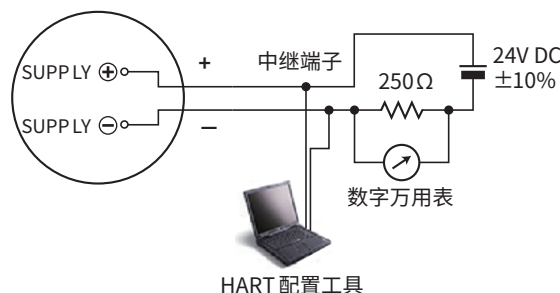

图7.1 连接方法
1. 如图7.1所示连接仪表, 并预热三分钟以上。
4. 当负载电阻为250Ω时, 数字万用表显示5V。当使用已知负载电阻($R(\Omega)$)时, 确保 $R(\Omega) \times 0.02$ (A)。检查输出值是否在额定值(± 0.016 mA)内。